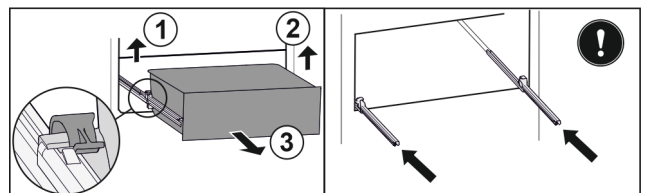

Fig. 210
- ▶ Підняти лівий затискач і одночасно висувний ящик ліворуч потягнути вперед. *Fig. 210 (1)*
- ▶ Підняти правий затискач і одночасно висувний ящик праворуч потягнути вперед. *Fig. 210 (2)*
- ▶ Вийняти висувний ящик рухом вперед. *Fig. 210 (3)*